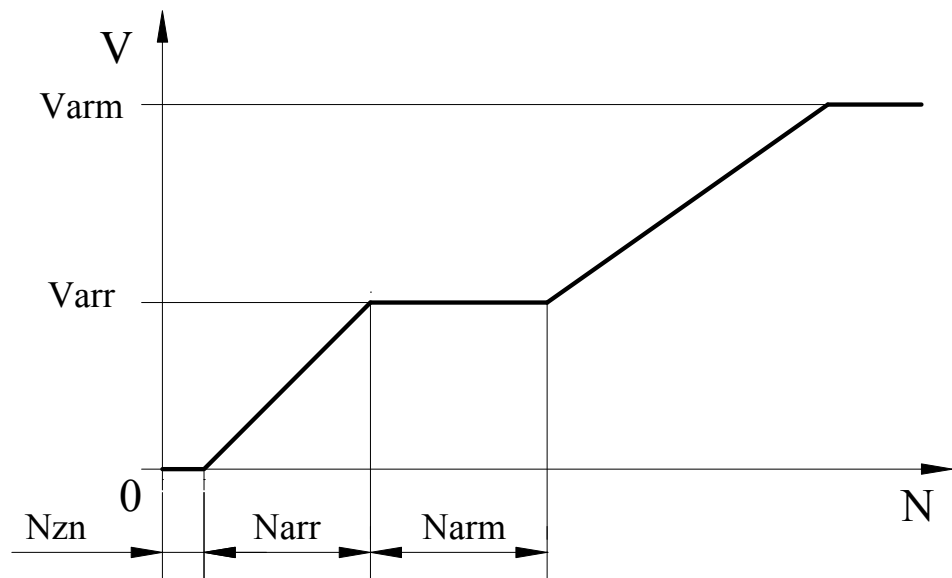

Рис.7. Скорости удержания в зависимости от модуля отклонения от точки удержания.
3.9.6.5. **Номер 4** – $Varr$ (0-200 мм/сек) – малая скорость движения при удержании (арретировании) (рис.7).
3.9.6.6. **Номер 5** – $Varm$ (0-200 мм/сек) – максимальная скорость движения при удержании (рис.7).
3.9.6.7. **Номер 6** – $Narm$ (0-150 мм) – участок скорости движения при удержании, где $V=Varr$ (рис.7).